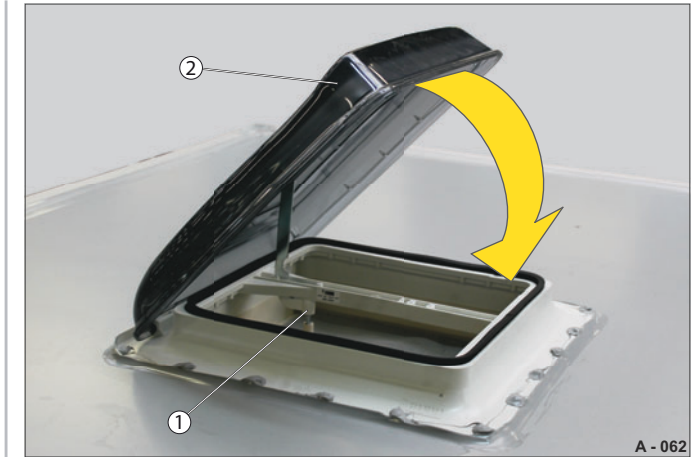

Abb. 16 Dachlüfter geöffnet
- Drehen Sie den Drehgriff (Abb. 15/1) im Uhrzeigersinn. Die Kuppel (Abb. 16/2) öffnet sich.
- Drehen Sie den Drehgriff (Abb. 16/1), bis zum Anschlag, gegen Uhrzeigersinn. Die Kuppel (Abb. 16/2) schließt sich.